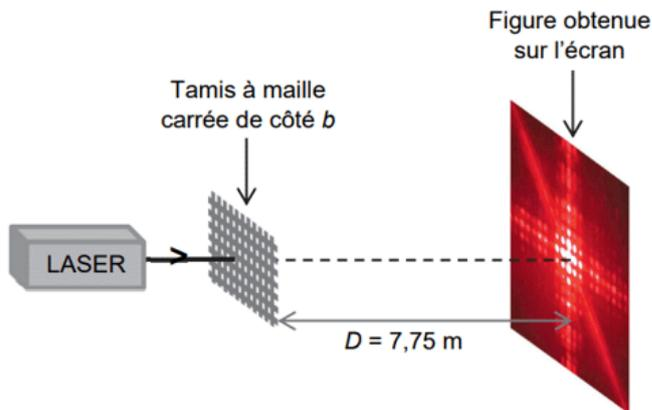

Figure 4. Montage utilisé (échelle non respectée)
- Le montage utilisé est donné sur la figure 4.